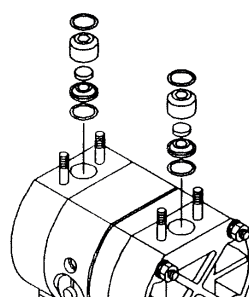

Fig. 4.6
- Retire la junta tórica, la tapa de la válvula, la válvula de disco y el asiento de la válvula (fig. 4.6).